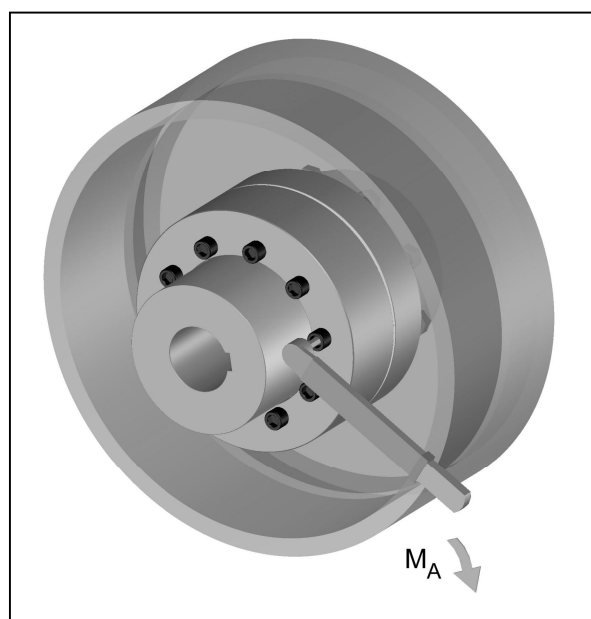

Bild 13
- Ziehen Sie die Klauenringverschraubung mit dem in Tabelle 8 vorgeschriebenen Anzugsdrehmoment M_A fest (Bild 13).